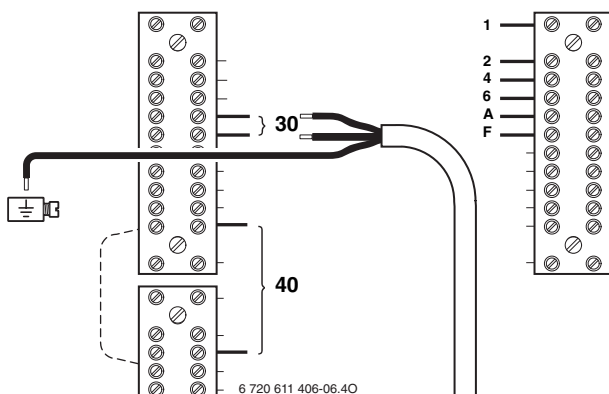

Bild 20
- Kabel entsprechend Bild 20 anschließen.